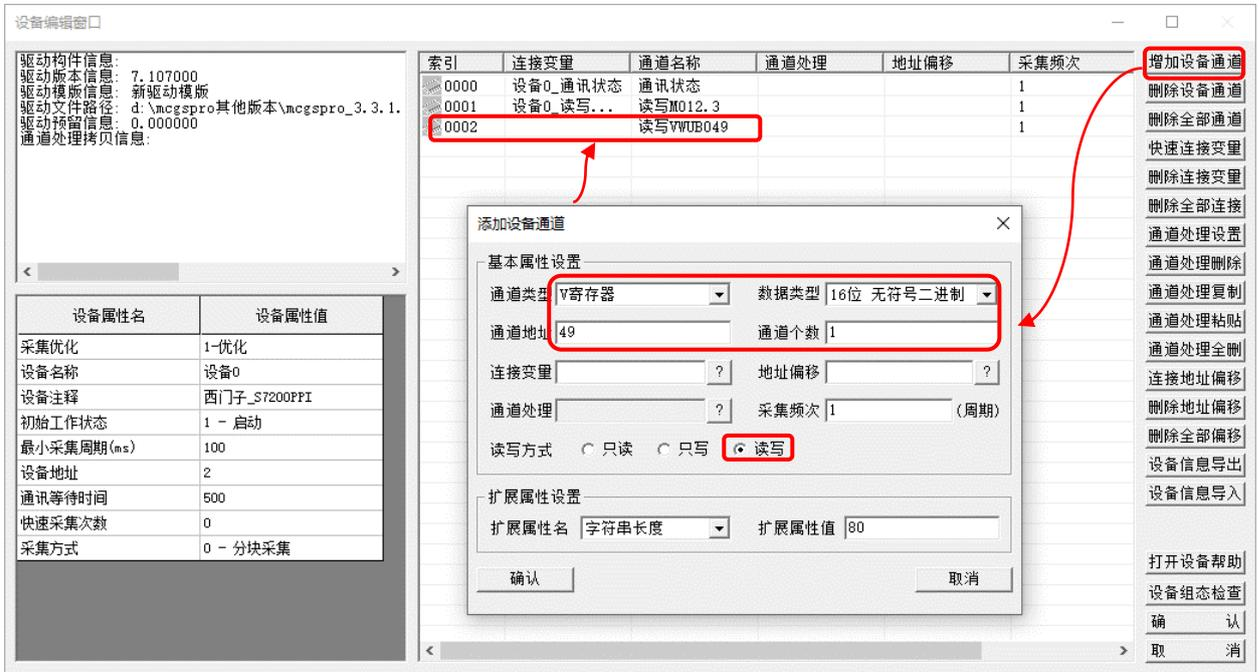

图 4.2-6 增加设备通道：VWUB049
- ① 添加字通道：在设备窗口，双击“西门子_S7200PPI”驱动进入“设备编辑”窗口。如图 4.2-6 所示，单击“增加设备通道”按钮，进入“添加设备通道”对话框，选择通道类型为“V 寄存器”，数据类型为“16 位无符号二进制”，通道地址为“49”，通道个数为“1”，读写方式为“读写”。设置完成后点击“确认”按钮。